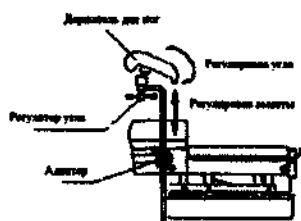

Рисунок 20
7.1. Держатель для ног (Рисунок 20)